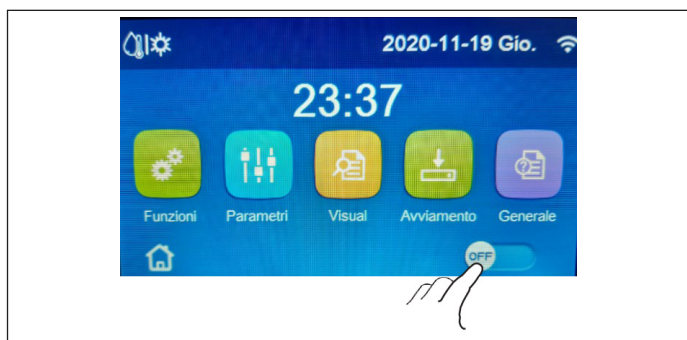

Fig. 3 Schermata del menù (Home page) (I)
Per accendere o spegnere l'unità è necessario premere il pulsante come indicato in Fig. 3 Schermata del menù (Home page) (I). Una volta fatto, il sistema chiederà conferma dell'accensione o dello spegnimento tramite un'ulteriore finestra dalla quale sarà possibile confermare o annullare il comando di accensione o spegnimento.